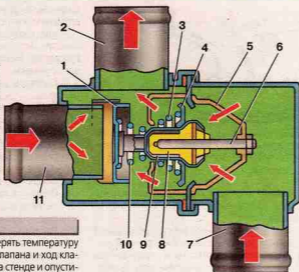

**Рис. 2.76. Снятие зубчатого шкива привода насоса:** 1 – корпус насоса; 2 – зубчатый шкив; 3 – съемник
- спрессуйте съемником 3 (рис. 2.76), закрепленным в тисках, шкив 2;